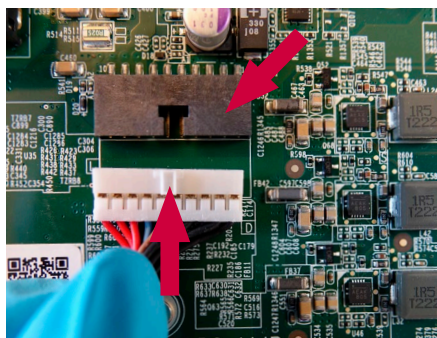

Rysunek 26 Montaż nowej osłony USB
- b) Włożyć nową osłonę USB od zewnętrznej strony obudowy. Delikatnie wepchnąć elastyczne złącze na miejsce za pomocą płaskiego śrubokręta, uważając, aby nie uszkodzić gumy (rysunek 26)